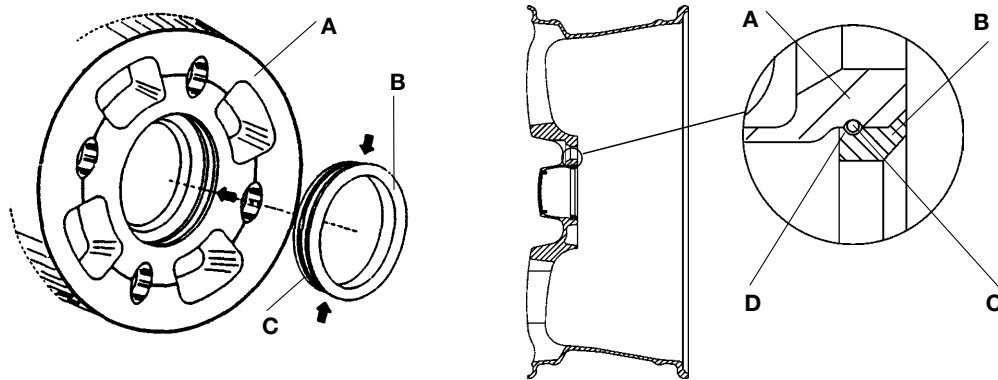

fig. 4- Montage bagues de centrage
- Appliquer la bague de centrage (B) sur le moyeu de la roue (A), en pressant avec les doigts l'anneau élastique à expansion (C) (fig. 4)
- Vérifier l'introduction correcte de l'anneau élastique à expansion (C) dans le logement (D), déterminé par le blocage de la bague de centrage dans le moyeu de la roue (fig. 4).